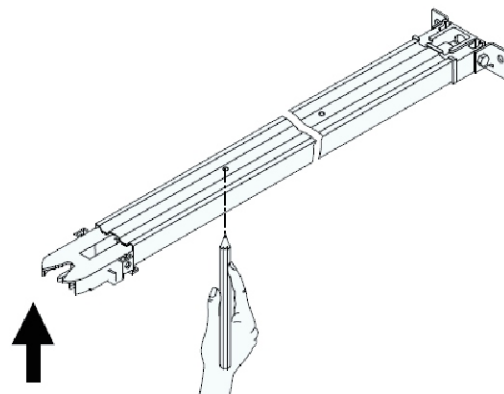
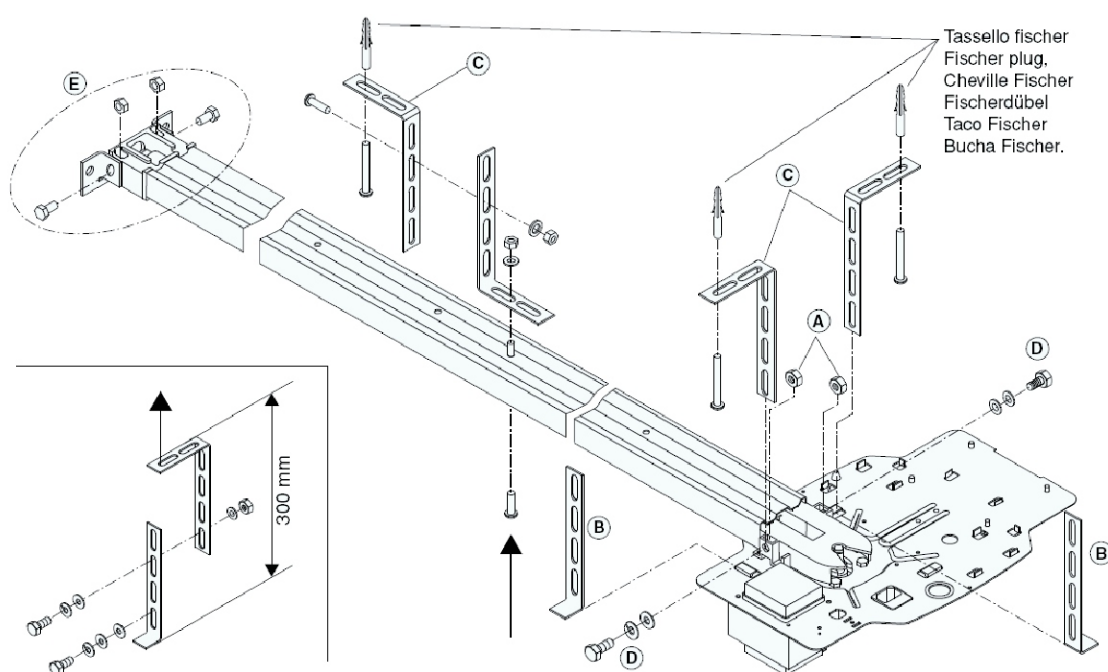

рис. 7
рис. 12
- Чтобы установить рейку правильно, отметьте среднюю линию ворот. Расположите рейку на потолке и отметьте места для отверстий, как показано на рис. 7.
- Если голова будет повернута на 90 градусов относительно рейки, используйте размеры рис. 10A для отверстия в корпусе. См. рис. 7 для крепления рейки к потолку и рис.12 , если ниже потолка.